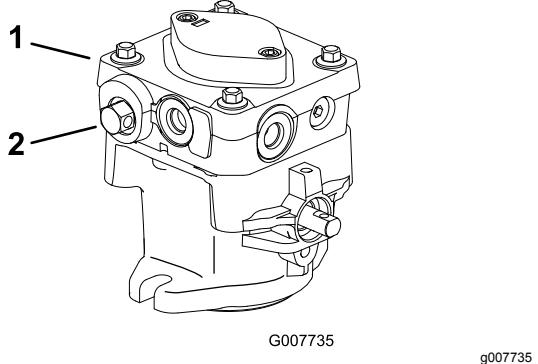

Figure 14
3. Ouvrez le vannes de dérivation en les tournant 1 à 2 fois dans le sens antihoraire (Figure 14).